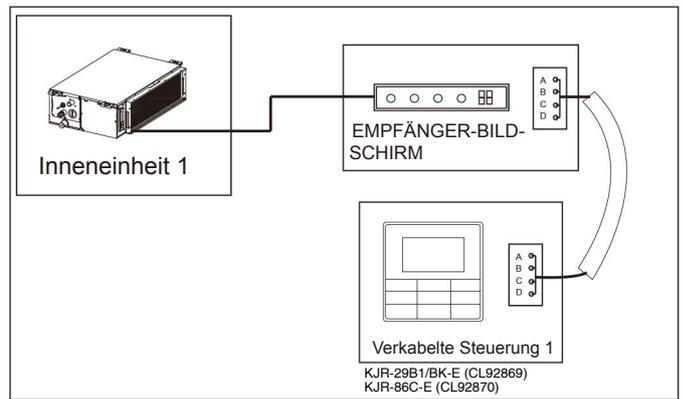

Abbildung 7.9
- Verwenden Sie eine verkabelte Steuerung zur Steuerung einer Inneneinheit (siehe Abb. 7.9).